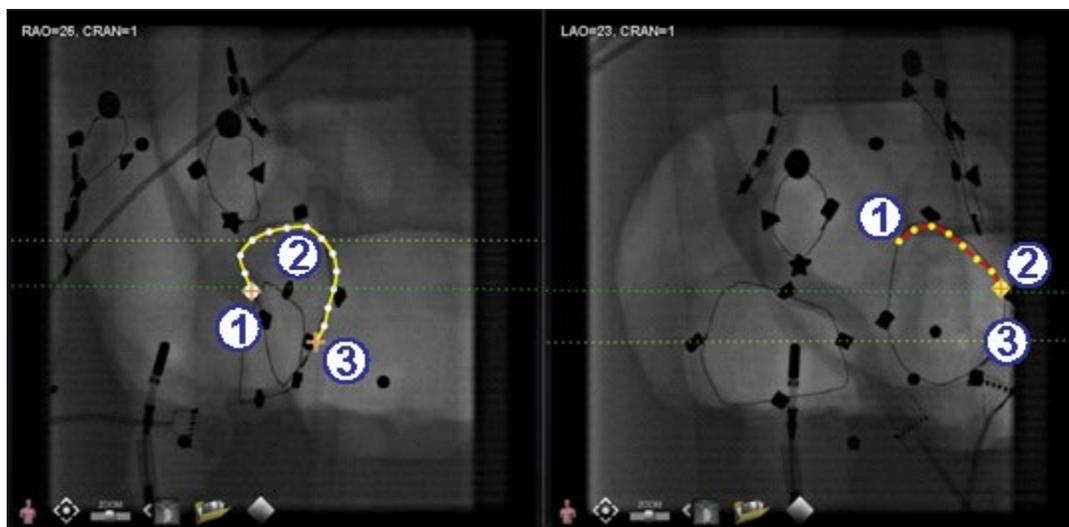

Figure 126. Sur une image complémentaire, le dernier point tracé est le point distal
Lors du marquage d'un vaisseau sur une radioscopie complémentaire (comme sur la radioscopie OAG sur la **Figure 126**), le dernier point tracé est le point distal. La ligne en pointillés jaune dans la radioscopie originale (OAD ci-dessous) indique le point distal de la radioscopie complémentaire.
Explicatif du point distal en cours (Figure 126)
- ① Point d'ancrage proximal
- ② Point distal du tracé actif (OAG sur la Figure 126)
- ③ Point d'ancrage distal du tracé original (OAD sur la Figure 126)